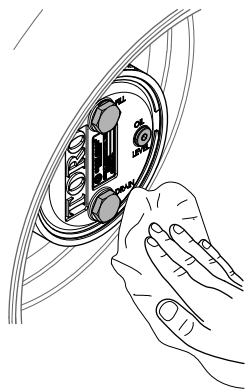

図 71
3. プラネタリハウジングとブレーキハウジングをきれいに拭く 図 71。